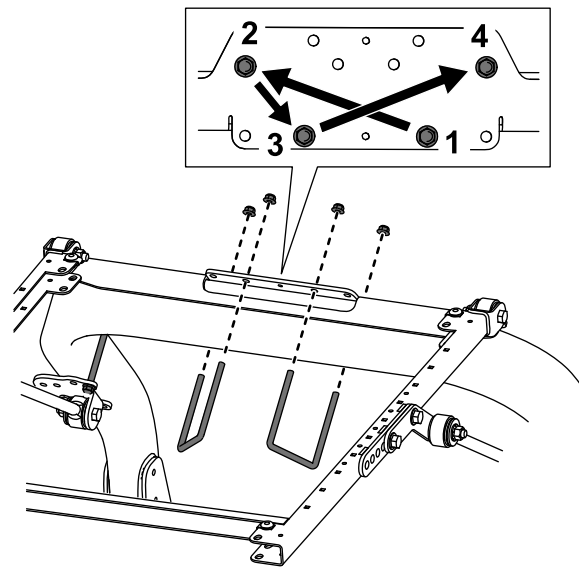

Figure 2
- Pour assurer une répartition uniforme, serrez les écrous alternativement, comme indiqué à la Figure 2.